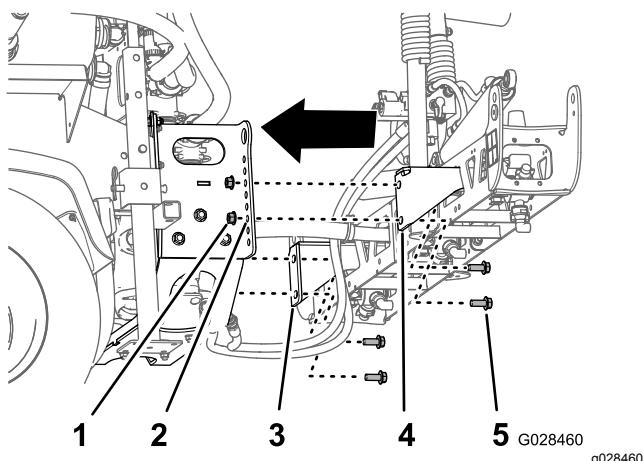

Рисунок 39
2. Совместите нижние отверстия в монтажных кронштейнах средней секции стрелы в сборе с третьим отверстием в нижней части опор стрел на раме опрыскивателя, как показано на Рисунок 39.